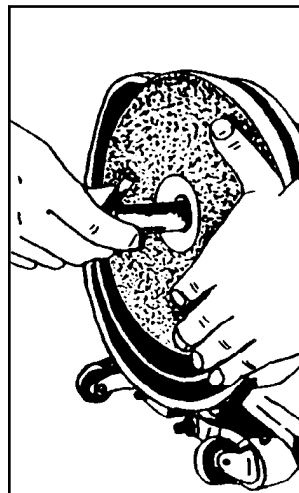

Figure 4
5. Mettez une main sur le papier abrasif. A l'aide de la clé spéciale, tournez la vis dans le sens des aiguilles d'une main avec l'autre main. Veillez à bien serrer la vis. Voir Figure 4.